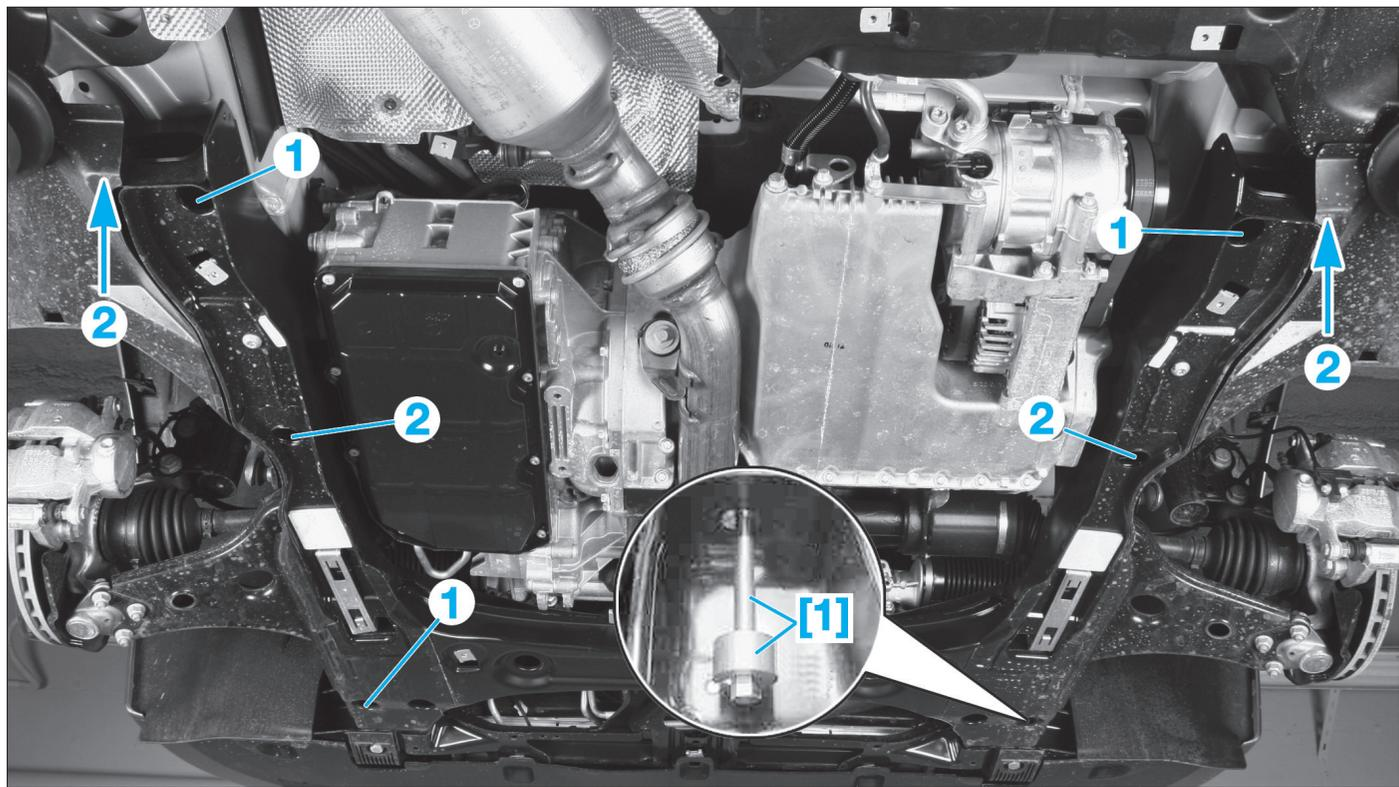

FIG. 8
- [1]. Vis de retenue de berceau (ref. 169 589 00 62 00) (**Fig.8**).
- déposer les 4 vis (1) de fixation du berceau (**Fig.8**),